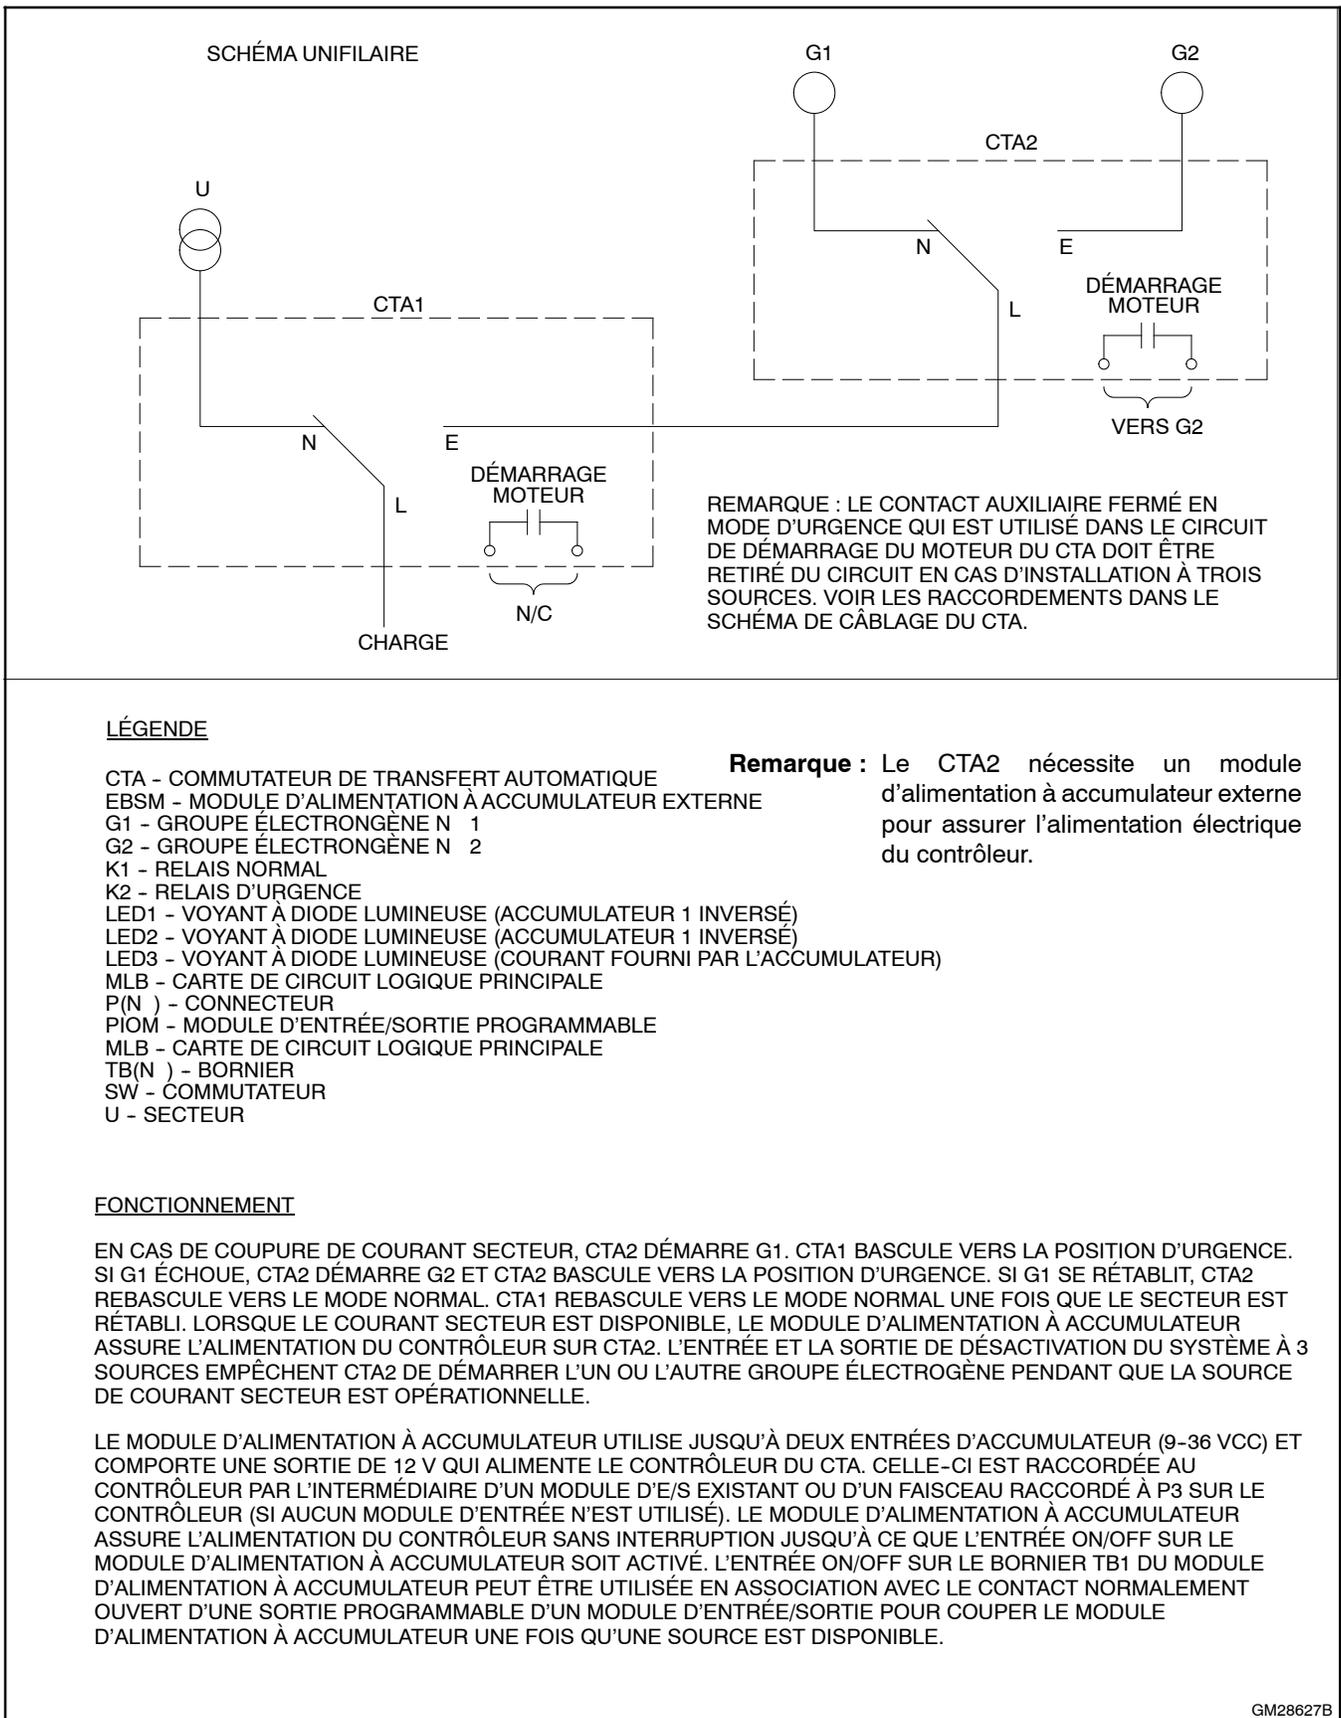

Figure 4-22 Raccordement des commutateurs de transfert et des sources d'un système à trois sources
Un système à trois sources offre le moyen de raccorder le courant secteur et deux groupes électrogènes à un même circuit de charge. Voir Figure 4-22. Deux groupes électrogènes et deux commutateurs de transfert sont requis.
Se reporter à la Figure 4-22 et la Figure 4-24 pour les raccordements durant les étapes qui suivent.
1. Raccorder les sources de courant aux commutateurs de transfert comme indiqué ci-dessous. Voir les calibres de câbles dans le manuel d'utilisation/installation ou la fiche technique du commutateur de transfert. Voir les raccordements à la Figure 4-22.